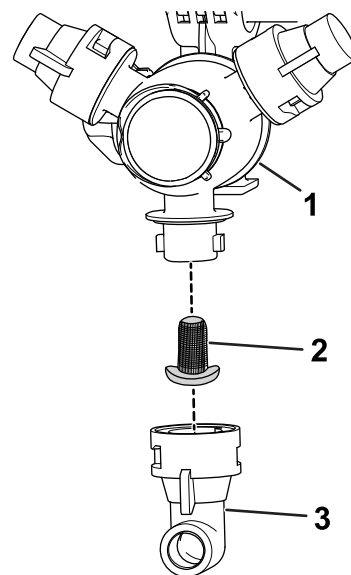

Figura 107
2. Îndepărtați duza din ținutul de pulverizare (Figura 107).
3. Îndepărtați vechiul filtru al duzei (Figura 107).
4. Montați un filtru de duză nou (Figura 107).
5. Montați duza la ținutul de pulverizare (Figura 107).